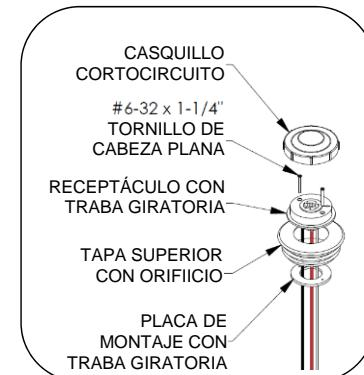

Fig. 6: Instale el receptáculo con traba giratoria en la tapa superior.
6. Coloque la tapa superior en el poste (enviada con el poste). Si la unidad tiene un receptáculo de cierre por torsión, ensámbalelo con la tapa superior como se indica en la Fig. 6 y conecte el cableado antes de colocar la tapa superior. Instale siempre un cortocircuito tapa o control fotoeléctrico.